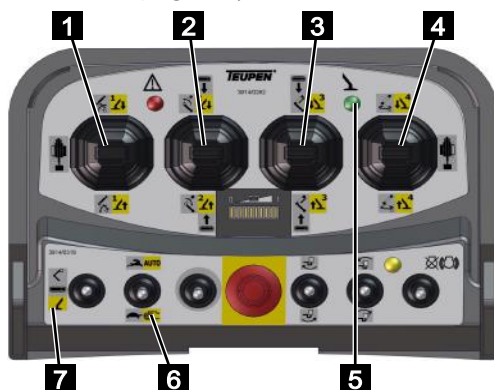

Fig. 78
2. Mettre le sélecteur de fonction sur [Fonctions des appuis] (jaune) (Fig.78/7).
3. Mettre le sélecteur du mode de service (Fig.78/6) sur manuel.
4. Commander l'appui/les appuis souhaité(s) avec les leviers de commande (Fig.78/1, 2, 3 et 4) suivant le tableau ci-après.
5. Le voyant vert (Fig.78/5) est allumé en continu si l'appui est correct.
| Pousser le levier de commande (Fig.78/1) vers l'avant. |             | L'appui 1 descend |
| Pousser le levier de commande (Fig.78/2) vers l'avant. |             | L'appui 2 descend |
| Pousser le levier de commande (Fig.78/3) vers l'avant. |             | L'appui 3 descend |
| Pousser le levier de commande (Fig.78/4) vers l'avant. |             | L'appui 4 descend |